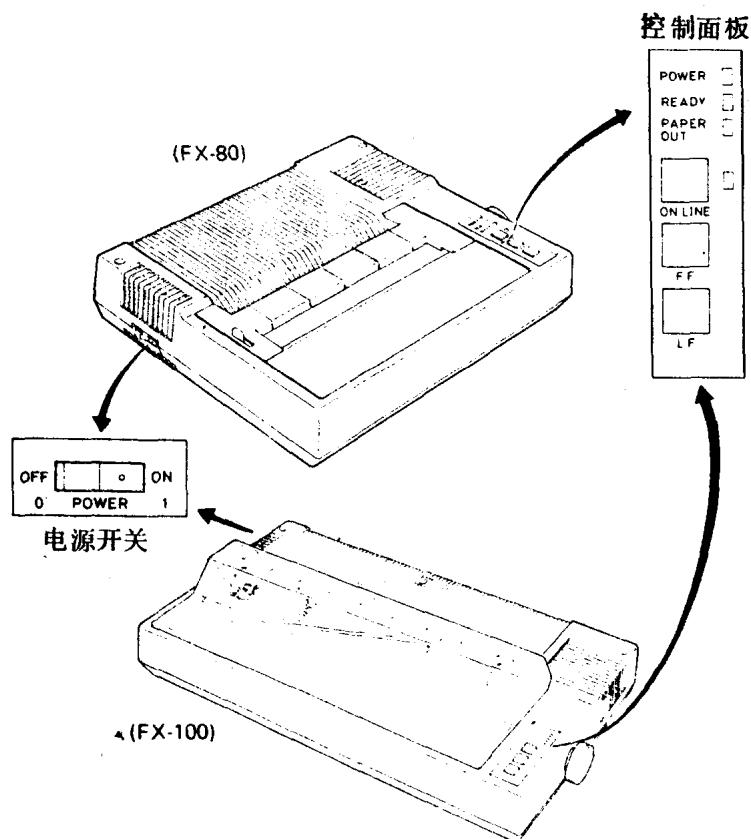

图2-2 开关和控制面板指示器
1.2.1 开关 (参看图2-2)
1.2.2 指示器 (参见图2-2)